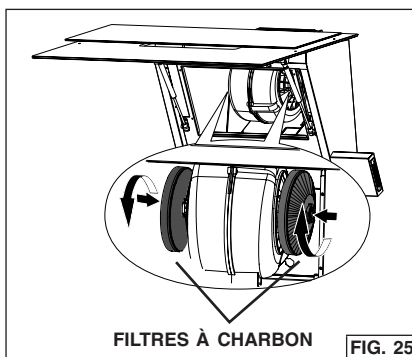

FIG. 25
2. Installez (2) filtres à charbon à la soufflante, comme illustré. Fig. 25.